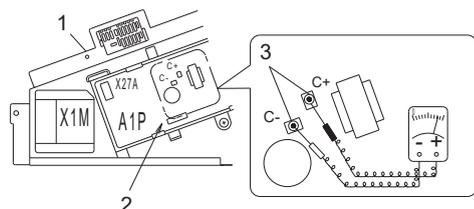

Fig. 1
- Après avoir ouvert le couvercle du boîtier de commande, mesurer la tension résiduelle entre les points indiqués sur la **Fig. 1** de la carte de circuit imprimé à l'aide du testeur sans toucher la pièce sous tension, puis vérifier que la tension résiduelle est de 50 V c.c. ou moins.